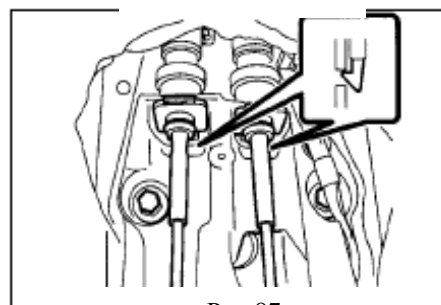

Рис.87
- (6) Подсоедините оба троса управления к рычагу переключения передач(рис.87).